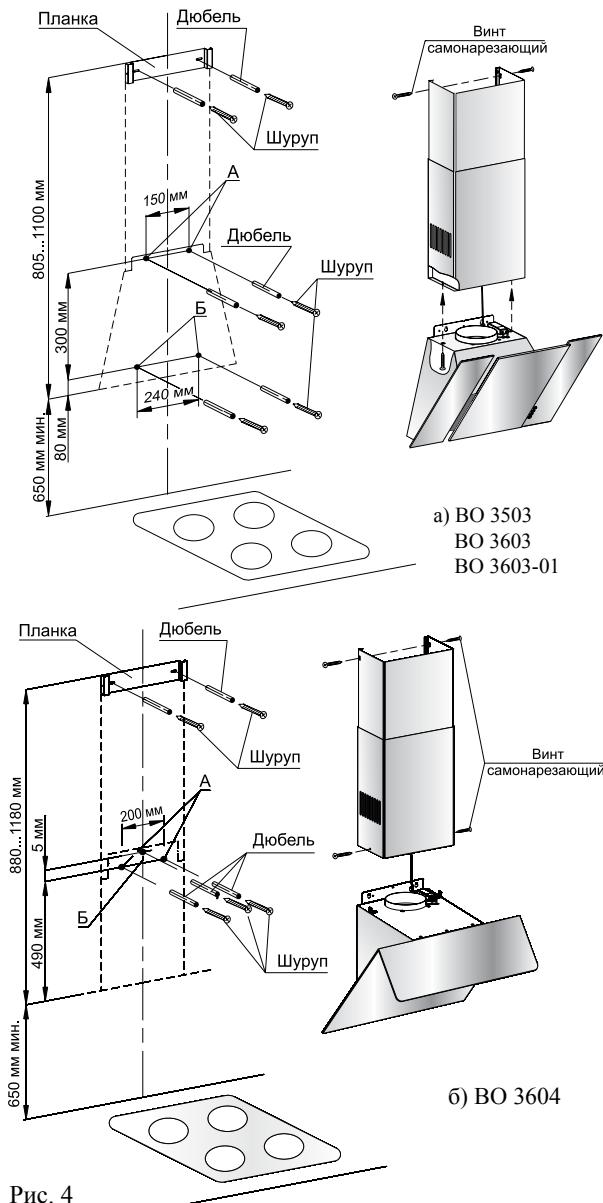

Рис. 4
**ВНИМАНИЕ!** МИНИМАЛЬНОЕ РАССТОЯНИЕ МЕЖДУ ПЛОСКОСТЬЮ УСТАНОВКИ ПОСУДЫ НА ПЛИТУ (НАГРЕВАТЕЛЬНОЙ ПОВЕРХНОСТЬЮ) И ВОЗДУХООЧИСТИТЕЛЕМ ДОЛЖНО БЫТЬ 65 см – ВО 3503, ВО 3603, ВО 3604; 75 см – ВО 3606. ВОЗДУХООЧИСТИТЕЛЬ КРЕПИТЬ НА РОВНУЮ ПОВЕРХНОСТЬ (РИС. 4).
- 6.3 С учетом установочной высоты и центральной линии разметьте на стене отверстия (А и Б) (рис.4).
- 6.4 Просверлите отверстия диаметром 8 мм: А на глубину 70 мм, Б на глубину 50 мм, рис.4.
- 6.5 В отверстия вставьте дюбели согласно рис.4. и по отверстиям А заверните не до упора два шурупа, на которые навесьте воздухоочиститель со снятыми фильтрами.
Рис. 4 в)